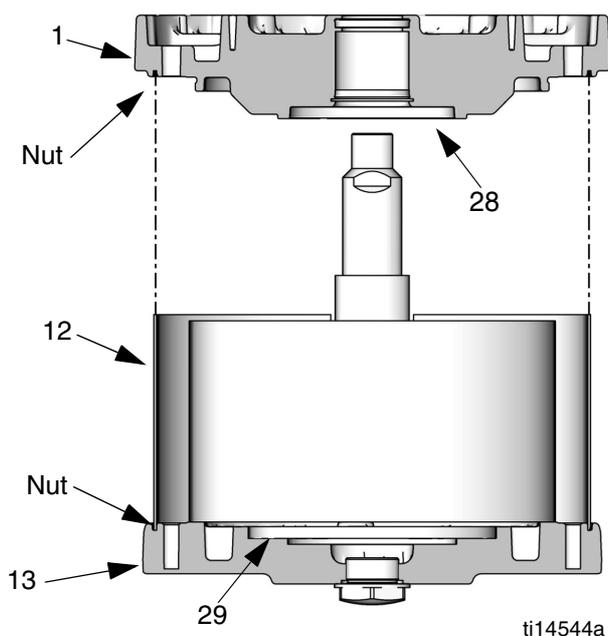

ABB. 13. Schild in den Nuten der Abdeckungen ausrichten
8. Den O-Ring (9*) einfetten und auf die untere Abdeckung (1) einsetzen.
9. **Nur Modelle M07xxx, M12xxx und M18xxx:** Den Kolbenstoßring (28) in die obere Abdeckung (1) einsetzen.
10. Siehe ABB. 13. Die untere Abdeckung (1) vorsichtig auf den Zylinder (11) setzen und die Kolbenstange durch das Lager schieben. Die Leitungsoberflächen an der oberen und unteren Abdeckung müssen ausgerichtet sein. Sicherstellen, dass der Schild (12) in der Nut der oberen und unteren Abdeckung verläuft.